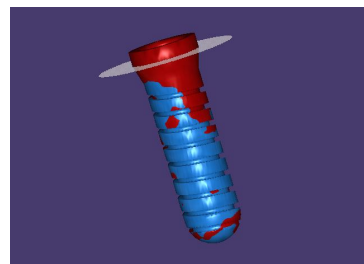

Abb. 6.5: Einfärbtes Implantat
- Der Dichteschwellenwert, den Sie in diesem Schritt definieren, wirkt sich darauf aus, wie die Implantate im Schritt der Implantatplatzierung angezeigt werden (siehe Kapitel 16). In bestimmten Ansichten wird das Implantat blau und rot eingefärbt, wie in Abbildung 6.5 dargestellt. Die Einfärbung veranschaulicht den Dichtebereich an der aktuellen Implantatposition.